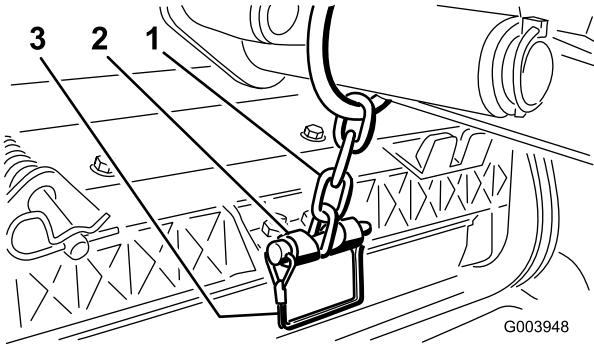

图13
12. 使用锁扣销将提升臂链条固定到链条架（图13）。使用滚刀组操作员手册所述的链条节数。